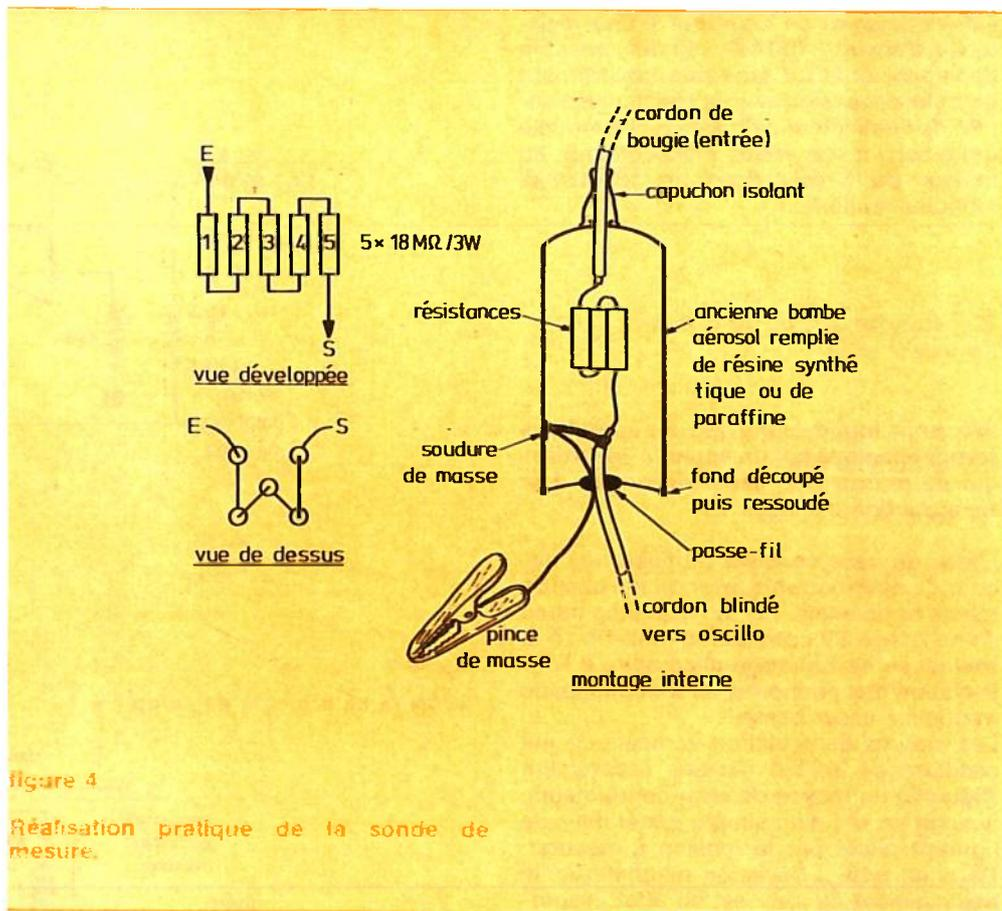

figure 4
4. Câbler les 5 résistances selon la figure 4, souder une extrémité à un fil de bougie de longueur 30 à 50 cm qui sera enfilé dans le trou supérieur.